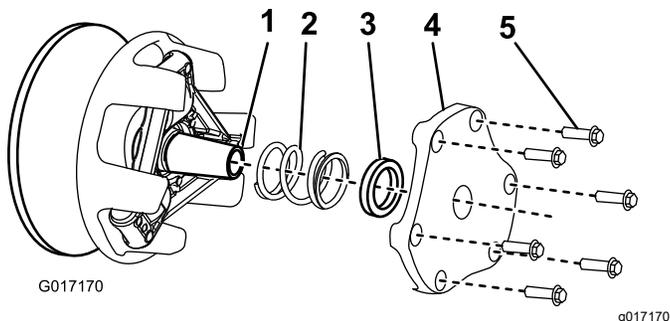

Рисунок 50
4. Отложите в сторону крышку, разделитель и пружину (**Рисунок 50**).